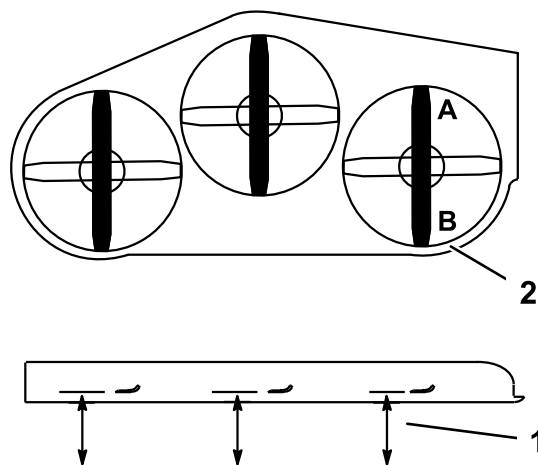

Figure 69
1. Tournez la lame **droite** dans le sens longitudinal (Figure 69).
2. Mesurez la distance au point **A** entre la surface plane et le tranchant de la pointe de la lame droite (Figure 69).
4. Mesurez la distance au point **B** entre la surface plane et le tranchant de la pointe de la lame droite (Figure 69).
6. La lame doit être plus basse de 6 à 10 mm (1/4 à 3/8") au point **A** qu'au point **B** (Figure 69). Si ce n'est pas le cas, passez aux étapes suivantes.